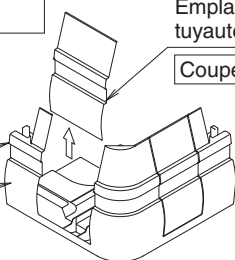

Fig. 45
- Pour la sortie de la tuyauterie vers l'arrière et vers la droite, coupez le couvercle du coin comme indiqué dans la Fig. 45 et retirez-le.